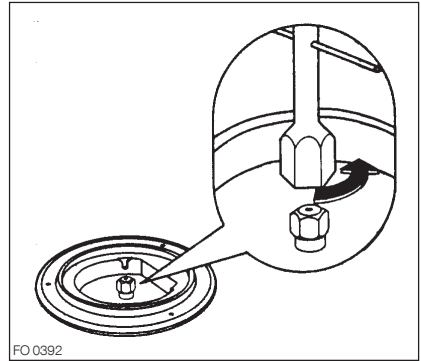

Fig. 4
3. Avec une clé de 7 dévissez les injecteurs (Fig. 4) et remplacez-les par ceux convenant au type de gaz utilisé (voir tableau 1).